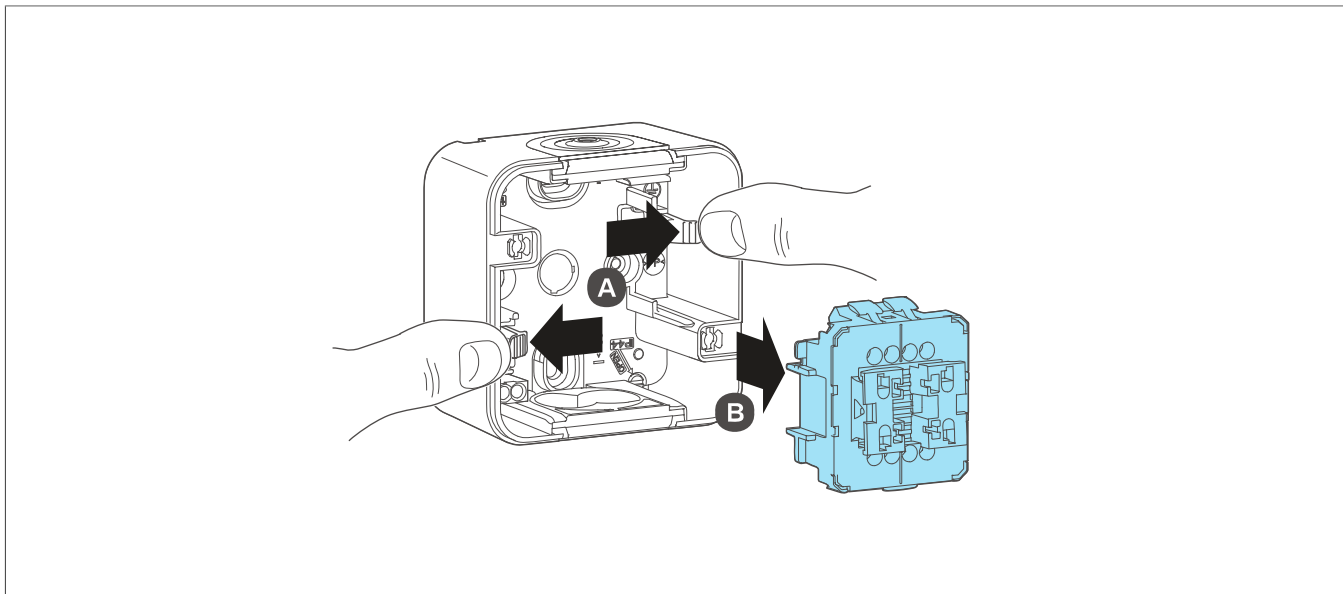

Bild 5: Einsatz entnehmen
- 4 Halterungen (7) seitlich nach außen drücken (A) und den Einsatz (4) aus dem Gehäuse-Unterteil nehmen (B) (Bild 5).